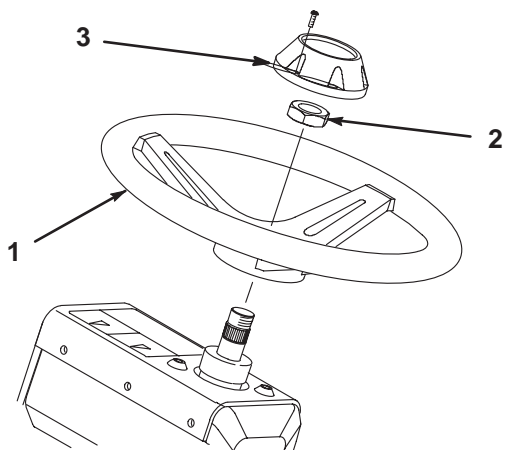

図 5
2. ジャムナットで固定し(図5)、4.8 kg・mにトルク締めする。